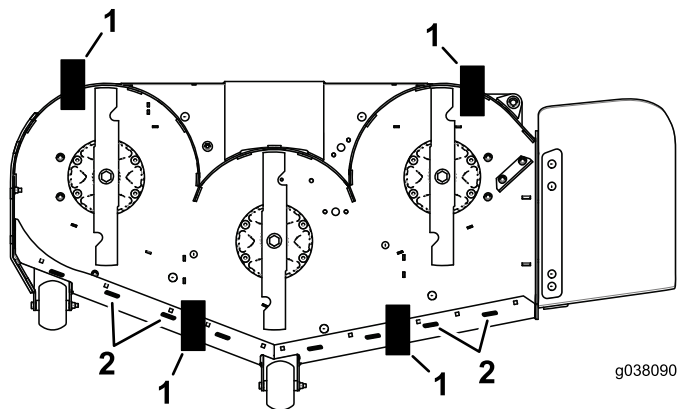

Figure 91
11. Placez une cale (voir le Tableau de hauteur de cale et d'inclinaison) sous le bord arrière de la jupe du tablier de coupe de chaque côté du tablier de coupe (Figure 91).